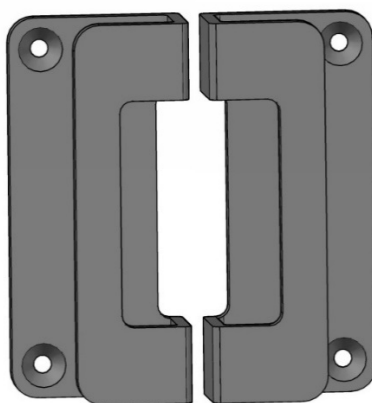
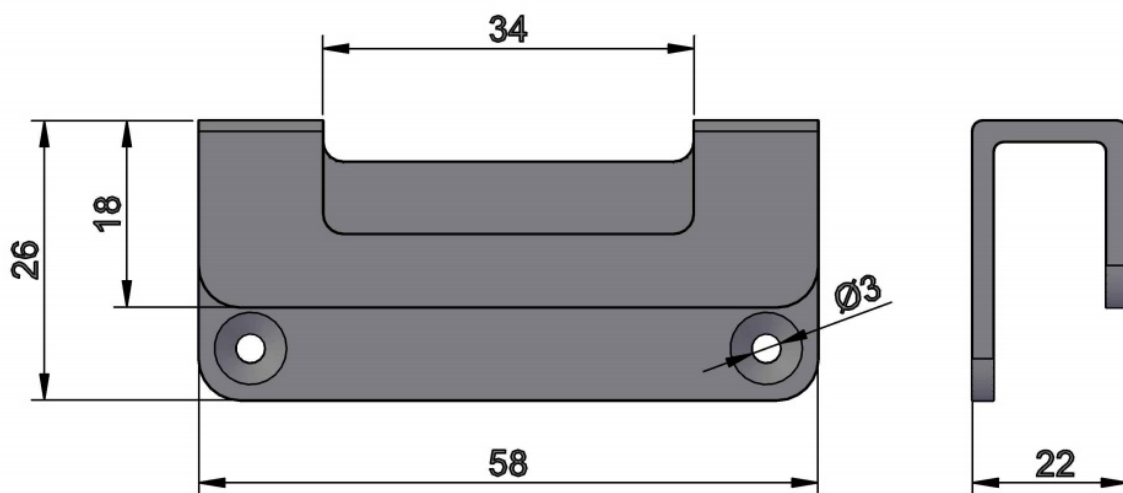

Рис. 1
Рис. 2
1. По данному образцу (Рис. 1) и эскизу (Рис. 2) разработайте технологическую карту (Таблица 1) для изготовления П-образной ручки для шкафа.